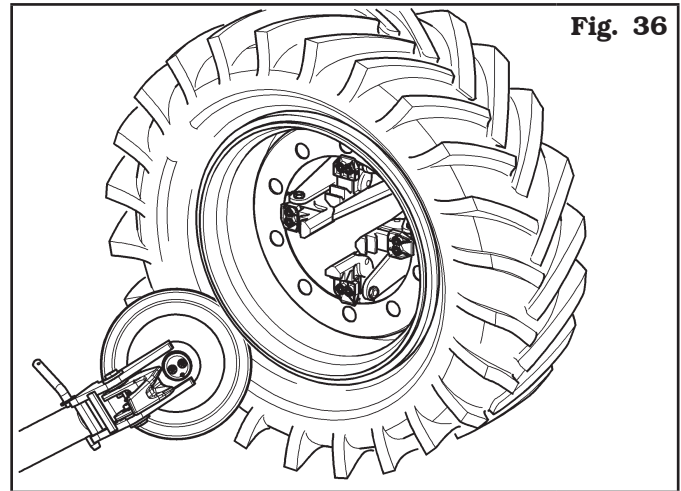

Fig. 36
- Girar de 180° la cabeza porta-útil como descrito en el relativo párrafo, de manera que el disco destalonador entre en contacto con el lado externo del neumático (véase Fig. 36).